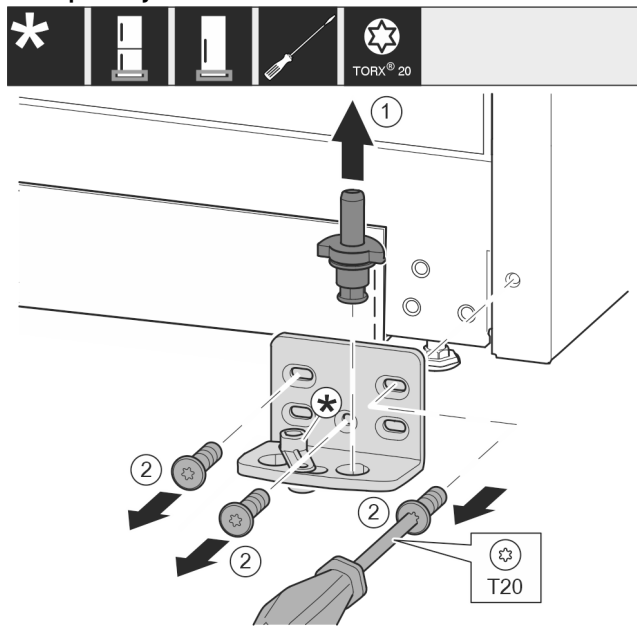

Fig. 13
- Ložiskový čep celý vytáhněte nahoru. *Fig. 13 (1)*
- Šroubovákem T20 vyšroubujte šrouby a odeberte stojan ložiska. *Fig. 13 (2)*